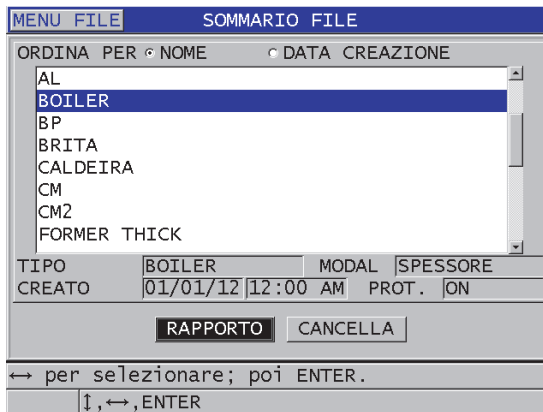

Figura 11-30 La schermata del rapporto SOMMARIO FILE
4. Nella schermata **SOMMARIO FILE** (vedi Figura 11-30 a pagina 234):